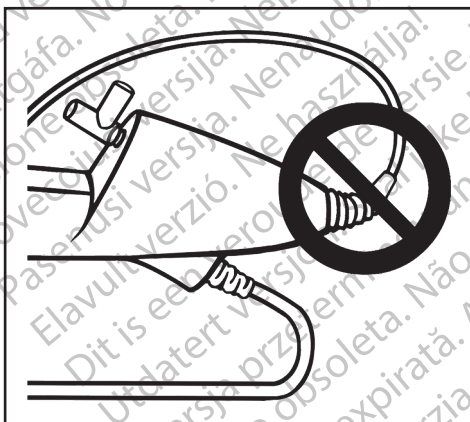

Figura 5. EVITARE PIEGATURE TROPPO STRETTE
- L'ureteroscopia è dotato di un meccanismo di scarico della tensione nel punto di passaggio dall'impugnatura al corpo. Lo scarico della tensione protegge il dispositivo durante l'uso. Per prevenire danni al corpo e/o alla fibra ottica, non piegare eccessivamente il corpo (Figura 5).